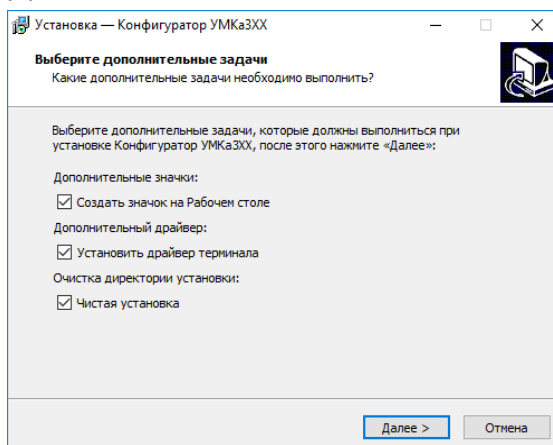

Рисунок 3.6 Выбор опций установки
При первой установке выберите опцию «Установить драйвер терминала» (Рисунок 3.6 ) и нажмите «Далее».
**В случае если конфигуратор не обнаружил терминал проверьте наличие установленных драйверов. В случае их отсутствия рекомендуется произвести переустановку конфигуратора установив галочку «установить драйвера» (Рисунок 3.6).**